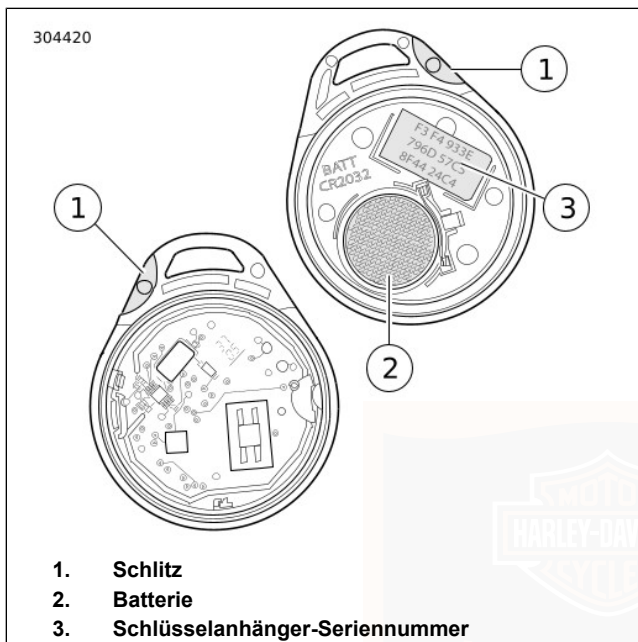

Abbildung 26. Batterie für Handsfree-Schlüsselanhänger
1. Siehe Abbildung 26. Eine dünne Klinge im Schlitz (1) an der Seite des Schlüsselanhänger langsam verdrehen, um die beiden Hälften zu trennen.
2. Die Batterie (2) entfernen und entsorgen.